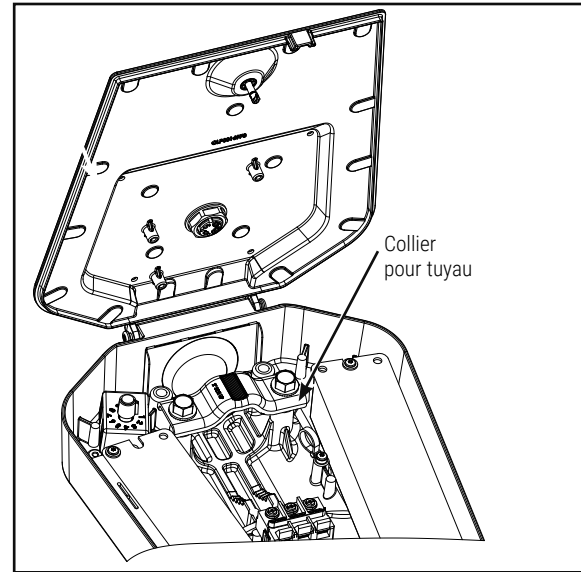

Figure 1a
Les luminaires de taille ARCH3 et 4 contiennent (1) ou (2) pinces selon les options de commande sélectionnées. Pour les options de pince unique, veillez à utiliser la position de pince la plus à l'intérieur (voir figure 1a).